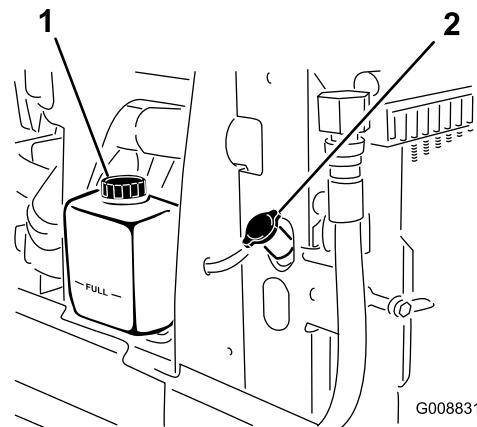

図 76
1. ラジエターと補助タンクのふた (図 76) を注意深く開ける。